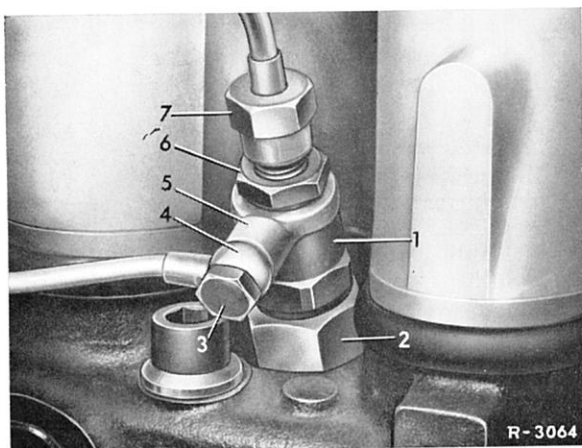

Bild 07-44/1
1 Überwurfmutter (7) zur Befestigung der Einspritzleitung abschrauben (Bild 07-44/1).